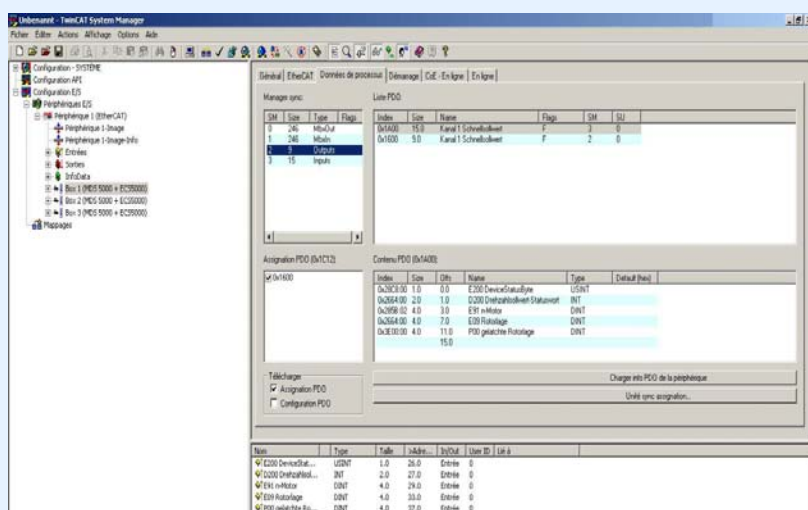

Fig. 11-5 Données de process du convertisseur
- ⇒ La boîte de dialogue s'affiche (voir Fig. 11-5.). Cette boîte de dialogue permet de configurer quels seront les zones PDO utilisés dans les gestionnaires Sync et quels paramètres dans les zones PDO. Vu que ce paramétrage a d'ores et déjà été préparé dans le convertisseur par STÖBER ANTRIEBSTECHNIK, il est conseillé de ne modifier ici aucun paramètre mais plutôt de décocher la case d'activation éventuelle à gauche des champs *Attribution PDO* et *Configuration PDO*. Dans ce cas, aucune modification par SDO ne sera effectuée avant le démarrage du convertisseur.